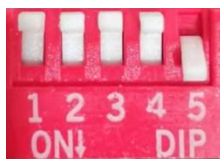

图 6.5 内部电位器开环拨码开关设置
- 将拨码开关设置为 SW2=OFF（选择开环运行模式），SW3=OFF，SW4=OFF，SW5=ON（选择内部电位器控制方式），如图 6.5。